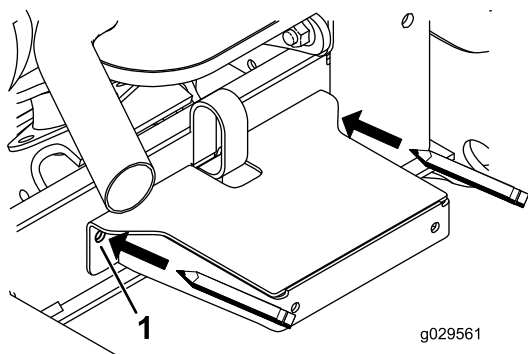

Figura 34
8. Utilize a estrutura como modelo para localizar e marcar os outros dois furos de montagem do guarda-lamas no canal da estrutura (Figura 34).